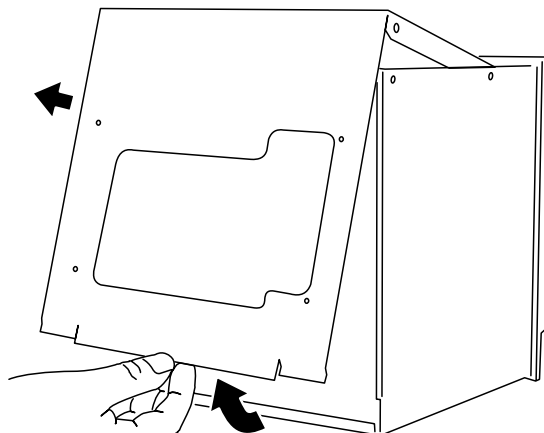

Figure 10.1b Dépose du capot
3. Une fois toute la visserie retirée, le capot peut être déposé en levant le bord inférieur vers le haut et vers l'extérieur (figure 10.1b).